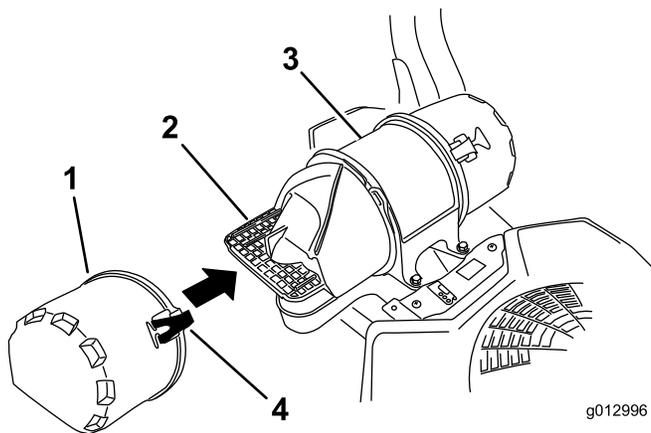

Figura 47
3. Abra los cierres del limpiador de aire y tire de la tapa de la entrada de aire para separarla del cuerpo del limpiador de aire (Figura 47).
5. Instale la tapa de la entrada de aire y sujétela con los enganches (Figura 47).